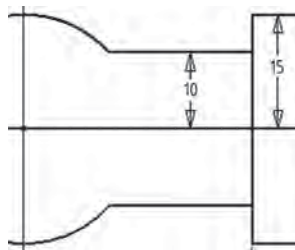

Рис. 12
- Выбираем команду «Размеры», ставим *вертикальную размерную зависимость* между одним из отрезков и центром *дуги окружности* и заменяем значение на 10 мм (рис. 12).